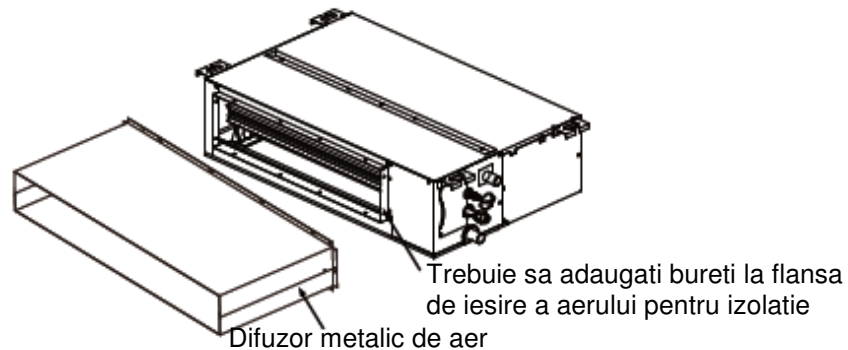

Figura 2.6
3. Cand panoul de evacuare a aerului este conectat la flansa de refulare a aerului din corpul unitatii prin difuzorul metalic de aer, asigurati-va ca suprafata de contact a tablei este sigilata si izolata corespunzator cu ajutorul unui burete, asa cum este prezentat in figura 2.6.